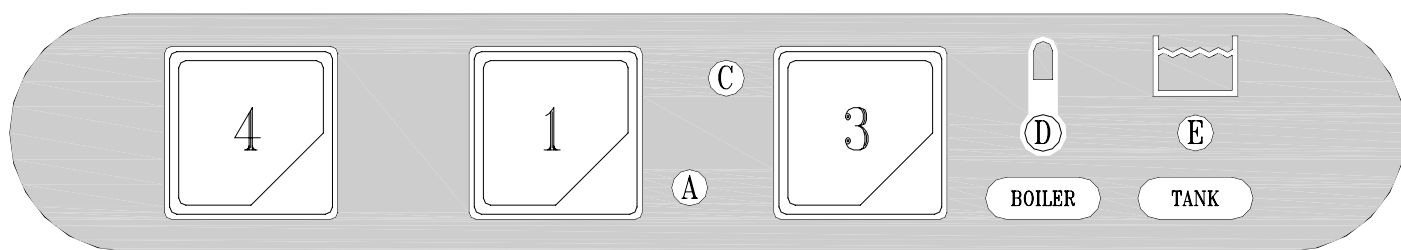

Fig. 3-2
- When the water intake cycle is complete, open the door (I) and add detergent (about 2 g. per litre of tank capacity). Position the full basket (L) and close the door (I). Select the appropriate washing cycle by pressing button (4) short cycle ( button pressed ) ÷ long cycle ( button not pressed ). Now press the START button (3) (at least for 2 seconds) and the wash cycle displayed by light (C) will start. When the cycle is over, this light goes out. To turn off the appliance, turn the switch (1) to (0). Light (A) indicates the appliance is off (Fig.3-2÷3-3).
**N.B.:** *It is recommended to start the wash cycle when both litgh of the heating elements, boiler (D) and tub (E) are off, as indicated at point 3.1 Start up.*
- Nach erfolgter Füllung die Tür (I) öffnen und das Spülmittel einfüllen (ca. 2g/l Fassungsvermögen des Spülbehälters). Den gefüllten Geschirrkorb (L) einsetzen und die Tür (I) schließen. Das Programm durch Drücken des Druckknopfes (4) wählen kurzer Spülgang ( Taste gedrückt ) ÷ langer Spülgang ( Taste losgelassen ). Nun die START-Taste (3) mindestens 2 Sekunden lang drücken, und das Spülprogramm beginnt, die Kontrollampe (C) leuchtet auf und am Programmende erlischt die Kontrollampe. Um das Gerät auszuschalten, muß der Schalter (1) auf die Position (0) gestellt werden, die Kontrollampe (A) erlischt. (Bild.3-2÷3-4).
**N.B.:** *Es wird empfohlen, den Arbeitszyklus erst zu starten, wenn die Kontrollampen der Heizelemente Boiler (D) und Bottich (E) erlöschen, wie in Punkt 3.1 Inbetriebnahme angezeigt.*